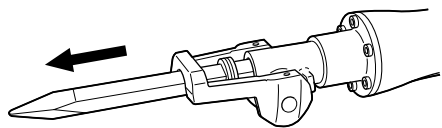

Fig. 4
- (3) Fije el accesorio en su lugar poniendo el retén en la posición de fijación. Para comprobar si ha quedado adecuadamente montada, tire del mismo (Fig. 4).